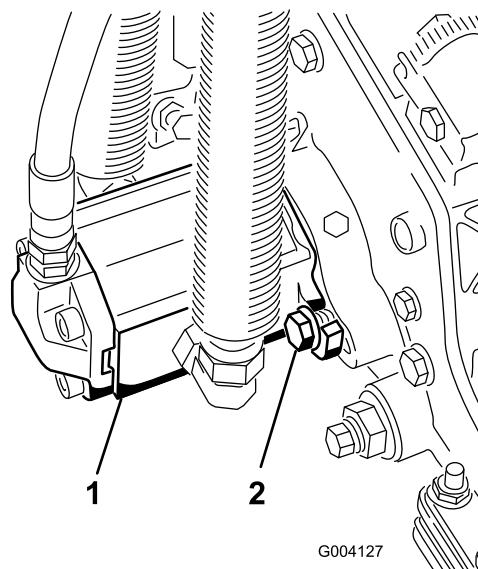

Bild 31
3. Montieren Sie den Motor; drehen Sie ihn nach rechts, damit die Motorflansche nicht die Schrauben berühren (Bild 31).